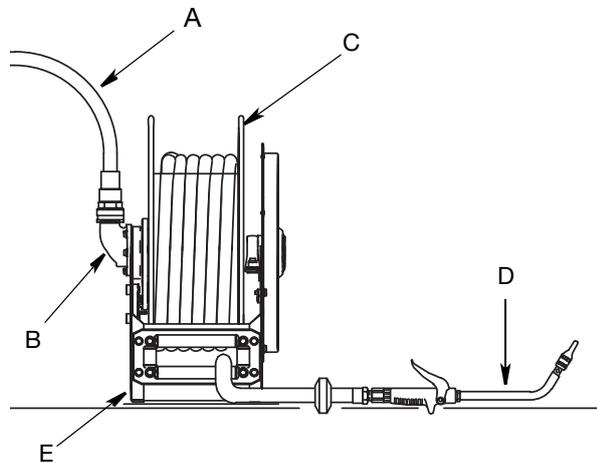
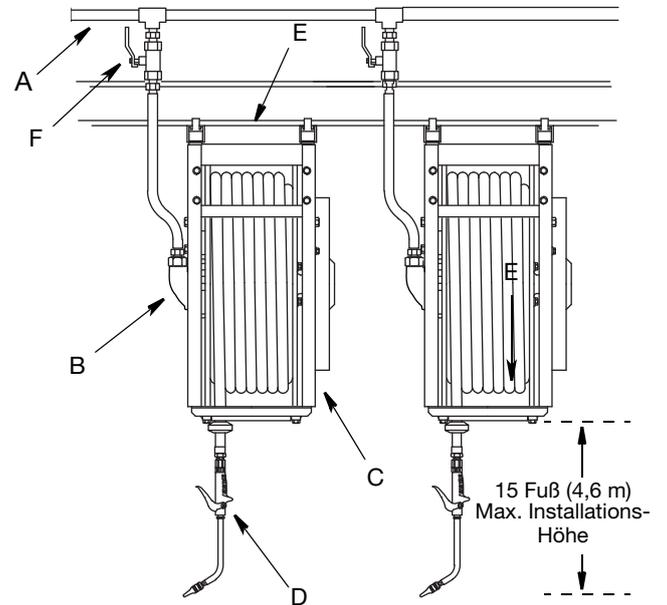

ABB. 3
ABB. 4
- XD40 - 4,6 m (15 ft), (Siehe ABB. 4, Seite 11)
Die in ABB. 3 und ABB. 4 dargestellten Konfigurationen dienen lediglich zur Orientierung. Kontaktieren Sie Ihren Graco-Händler zwecks Unterstützung bei der Planung eines Systems, welches Ihren Anforderungen gerecht wird.